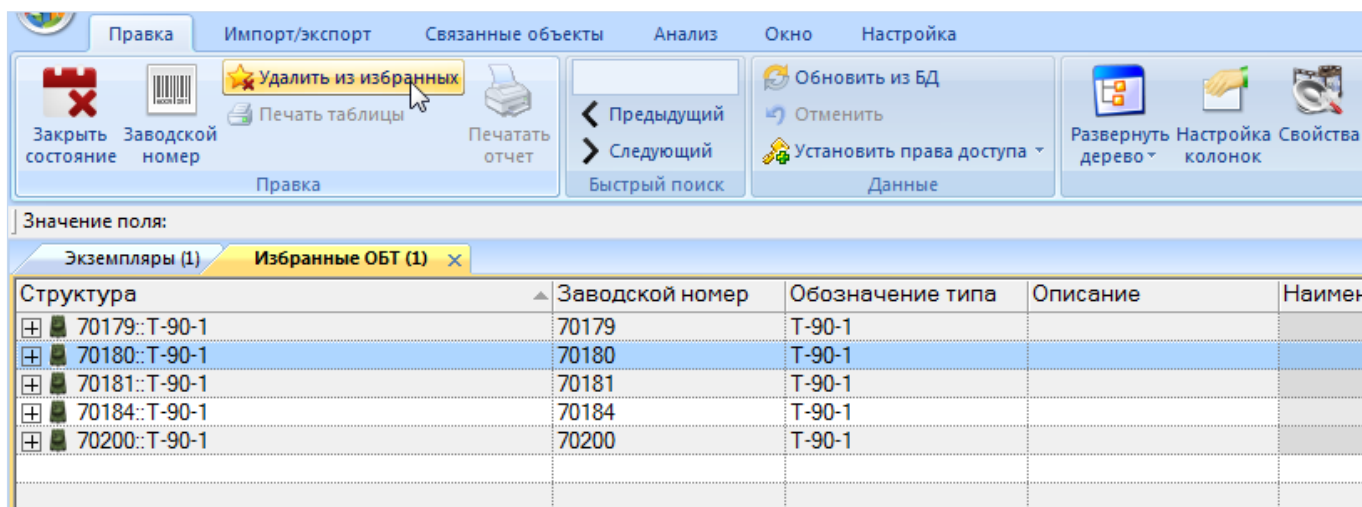

Рис. 20-46 – Удаление экземпляра ФИ из избранных
3) Нажать кнопку  «Удалить из избранных» панели «Правка» (рис. 20-46).